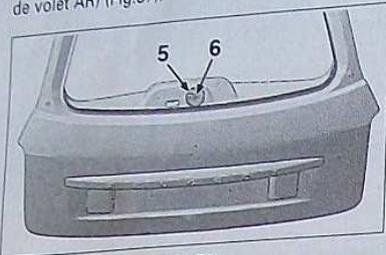

FIG. 37
- déposer la fixation (6), le galet (5) et le joint (vitre de volet AR) (Fig.37).